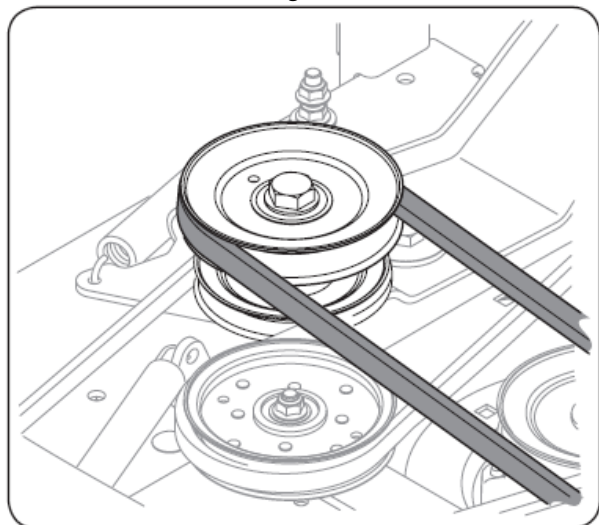

Figure 7-9
5. Installez prudemment la courroie de la PTO autour de la poulie-guide du plateau, à l'aide du côté 'V' de la courroie faisant face à l'intérieur en tournant la poulie lentement à l'aide de la poulie dans votre palme de main. Une fois la courroie assise, permettez à la clé anglaise de pivoter *lentement* vers l'avant en appliquant une tension. Consultez la Fig. 7-9.